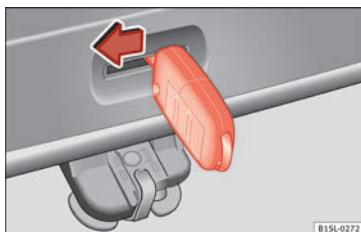

Fig. 7 Dans le coffre à bagages : déverrouillage d'urgence du hayon arrière.
- Introduisez le panneton de la clé dans l'ouverture du hayon arrière » fig. 7 et appuyez sur le levier de déverrouillage dans le sens